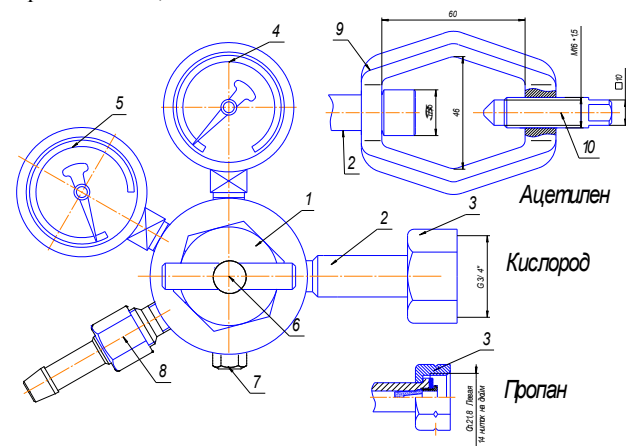

Рис. 1. Редуктор баллонный одноступенчатый:
Редуктор присоединяется к источнику питания газом через входной штуцер (2) (см. рис.1) накидной гайкой (3) с резьбой 3/4" (для пропана СП-21,8 LH), или хомутом (9) для ацетилена.